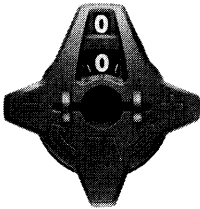

Fig 2/Bild 2
2. Open the valve to the preset value 2.3 turns (Fig. 2).
3. Remove the handwheel screw without changing the setting, by means of an Allen key (3 mm).
To check the presetting of a valve, open it to the stop position; the indicator then shows the presetting number, in this case 2.3 (Fig. 2).
Locking: The handwheel may be locked as in fig. 2.
2. Ventil bis zur gewünschten Einstellung 2,3 öffnen (siehe Bild 2).
Handradschraube wieder befestigen: Das Ventil kann jetzt geschlossen, jedoch nicht mehr über die gewählte Voreinstellung hinaus geöffnet werden. Um die Voreinstellung eines Ventils zu kontrollieren: Das Ventil ganz öffnen. Die Anzeige am Handrad zeigt dann den Voreinstellwert, in diesem Fall die Ziffer 2,3 an (siehe Bild 2). Als Anleitung für die Bestimmung einer richtigen Ventildimension und Voreinstellung (Druckabfall) gibt es Diagramme. Diese Diagramme zeigen den jeweiligen Druckabfall bei verschiedenen Einstellungen und Wassermengen an.
Plombierung: Das Handrad kann gemäß Fig. 2 plombiert werden.
2. Ouvrir la vanne à la position de réglage 2,3. (fig.2).
Pour vérifier la position de préréglage d'une vanne, commencer par fermer la vanne (position 0,0). Ensuite, ouvrir la vanne jusqu'à butée. (position 2,3 selon l'exemple de la figure 2).
Plombage: On peut procéder au plombage de la poignée comme le montre la figure 2.